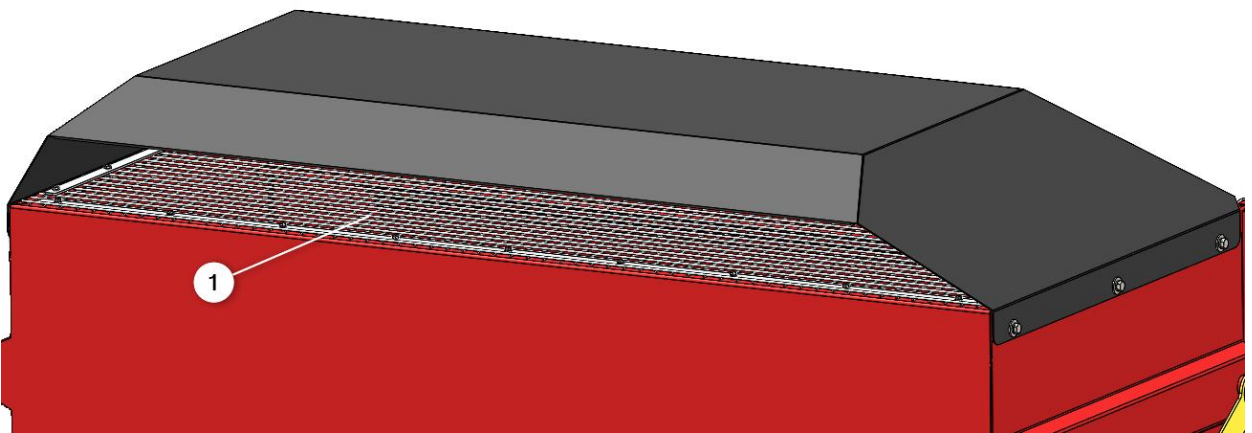

Abb. 16
Achten Sie besonders darauf, die Luftaustrittsöffnung (1) des Trichters sauber zu halten, da dies für die ordnungsgemäße Funktion der Maschine sehr wichtig ist (Abb. 16).